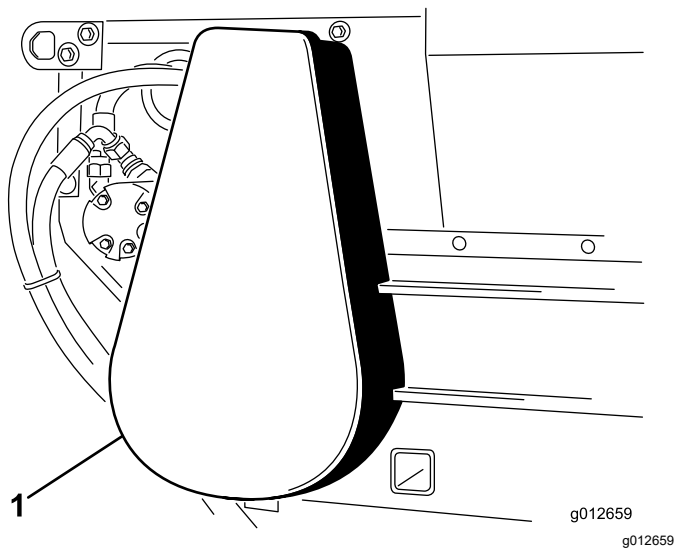

Bild 23
2. Entfernen Sie die Kettenabdeckung (Bild 23).
6. Setzen Sie die Kettenabdeckung auf (Bild 23).